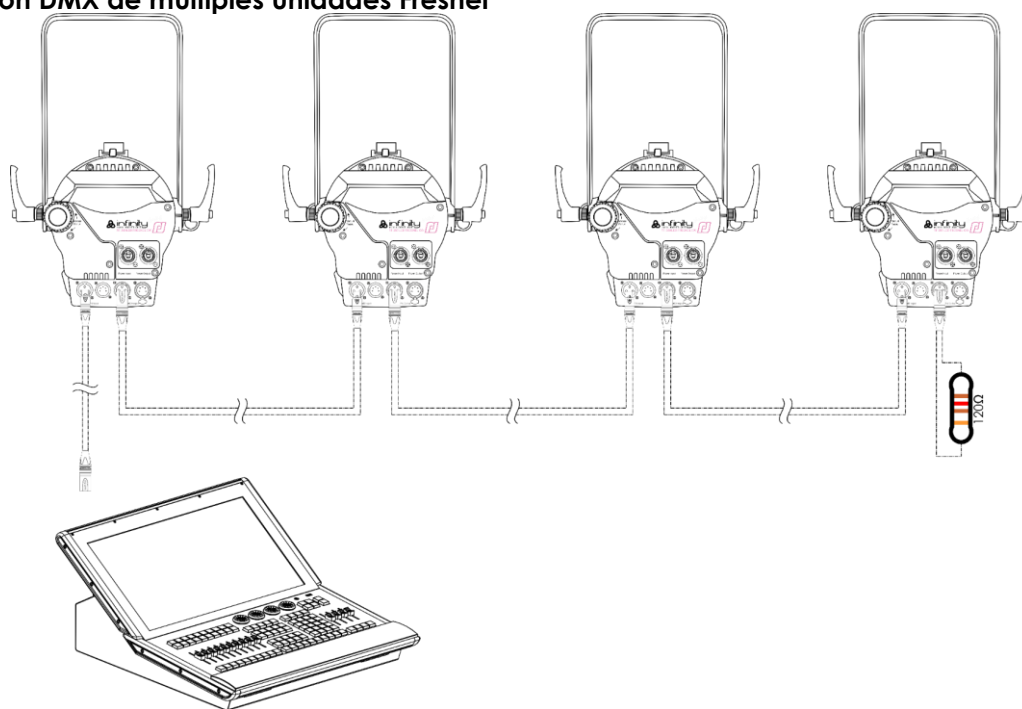

Fig. 06
- 05) Conecte las unidades entre ellas como se indica en la Fig. 06. Conecte un cable de señal DMX que vaya desde el conector DMX Out (salida) de la primera unidad al conector DMX In (entrada) de la segunda unidad. Repita este proceso para interconectar las unidades segunda, tercera y cuarta.